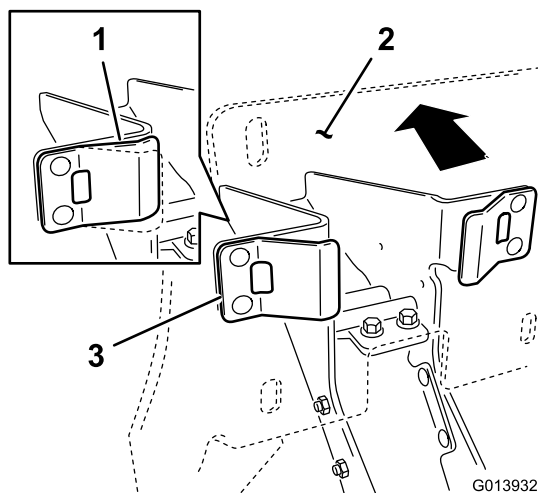

Figura 11
4. Certificando-se que os batentes de plástico estão em contacto com as patilhas da mola, aplique pressão suficiente contra a placa posterior da cavidade para comprimir a mola (Figura 11).